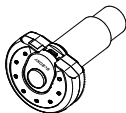

Figura 2. L'assemblage de l'adaptateur est terminé
- ① fotocamera microscopio digitale SV189
- ② adattatore per microscopio
- ③ Cavo USB 2.0 da 1.5 m
- ④ CD-ROM
- ⑤ Manuale utente
2. Quando si utilizza, installare l'adattatore per microscopio sulla fotocamera e serrarlo (Figura 2)